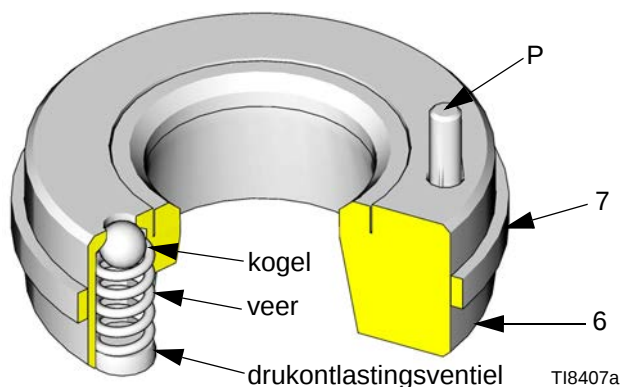

FIG. 6. Inlaatzitting met drukontlastingsventiel
4. Installeer de inlaatzitting van het ontlastingsventiel (6) aan de linkerkant van de inlaatbehuizing (15), zoals wordt getoond in FIG. 4 en FIG. 5. (De gegraveerde tekst in de onderpompbehuizing identificeert de juiste locatie voor de zitting van het ontlastingsventiel.) De pen (P) op de zitting moet naar de behuizing wijzen. De pen bakent de plaatsing van de zitting af en zorgt ervoor dat het ventilatiegat niet wordt geblokkeerd door een deel van de behuizing. Zie FIG. 6.